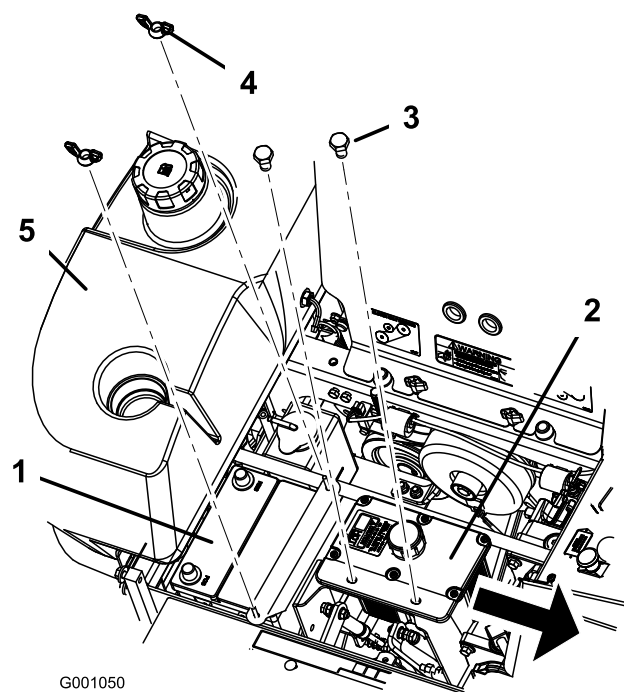

Figura 49
6. Togliete entrambi i dadi ad alette (1/4 poll.) che fissano la staffa di montaggio della batteria (Figura 49).
7. Togliete i due bulloni di fissaggio del serbatoio idraulico (Figura 49).
1. Posizionate la batteria nel vassoio, con i poli in posizione opposta al serbatoio idraulico (Figura 49).
6. Fissate la batteria con bulloni a J, il morsetto fissatore e due rondelle (1/4 poll.) e due dadi ad alette (1/4 poll.) (Figura 49).